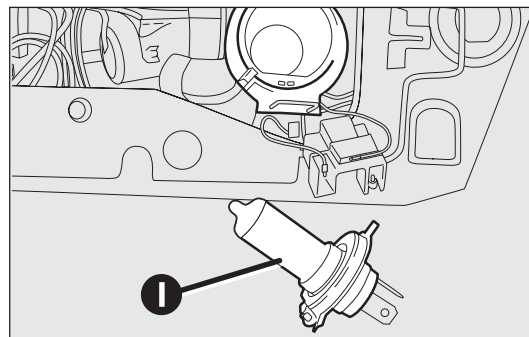

fig. 146
- asportare la lampada bruciata I-fig. 146 ed inserire la nuova lampada;